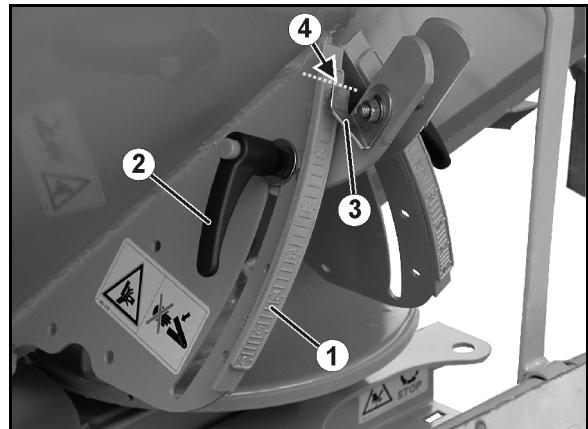

Fig. 61
2. Løsne hendelen (Fig. 61/2).
3. Finn skalaverdien for spjeldstillingen som er hentet fra spredetabellen, eller som er fastslått ved bruk av dreieprøveutstyret, på skalaen (Fig. 61/1).
4. Still avlesekanten (Fig. 61/4) til viseren (Fig. 61/3) på skalaverdien.
5. Trekk hendelen (Fig. 61/2) godt til igjen.